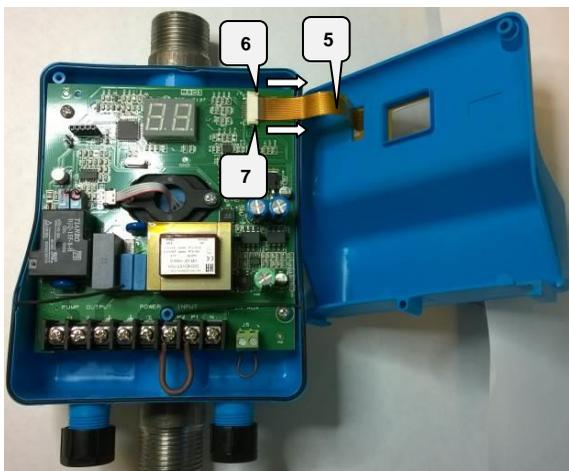
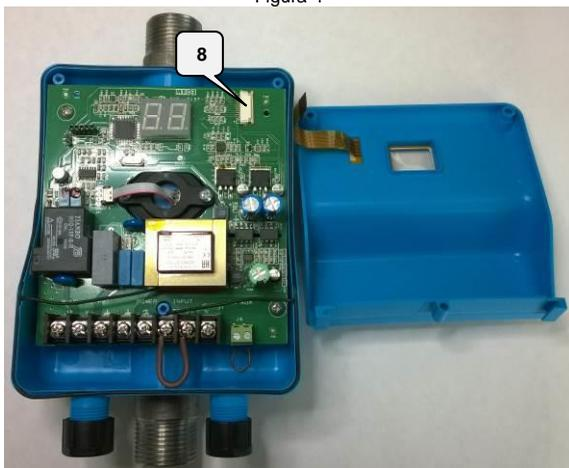

Figura 4
Figura 5
3. Dopo aver rimosso tutte le viti del PresSystem, aprire delicatamente il coperchio verso destra facendo attenzione alla guarnizione di chiusura del coperchio (4) (Figura 3). È importante eseguire l'apertura del coperchio con accortezza per evitare danni al cavo flat di collegamento della tastiera (5) (Figura 4).
3. After removing all the screws, open gently the cover to the right and be careful to the ORing (4) (Figura 3). It is important to open the cover with care to avoid damaging the flat cable of the keyboard (5) (Figura 4).
| <ul style="list-style-type: none"> 4. Per rimuovere il cavo di collegamento della tastiera è necessario togliere il blocco che ferma il cavo spingendo verso destra i punti (6) e (7) (Figura 4). 5. Rimuovere delicatamente il cavo tastiera dal connettore (8) (Figura 5). | <ul style="list-style-type: none"> 4. To remove the flat cable of the keyboard, you need to release the lock that stops the cable by pushing to the right the points (6) and (7) (Figura 4). 5. Remove gently the cable of the keyboard from the connector (8) (Figura 5). |